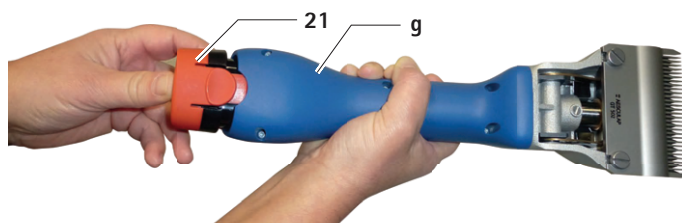

Fig. 2
- Scoateți acumulatorul Li-Ion **21**, încărcați-l și/sau introduceți un acumulator Li-Ion GT641 (3INR19/66-1) de rezervă încărcat în mașina de tuns cu acumulator **g**, vezi Fig. 2.